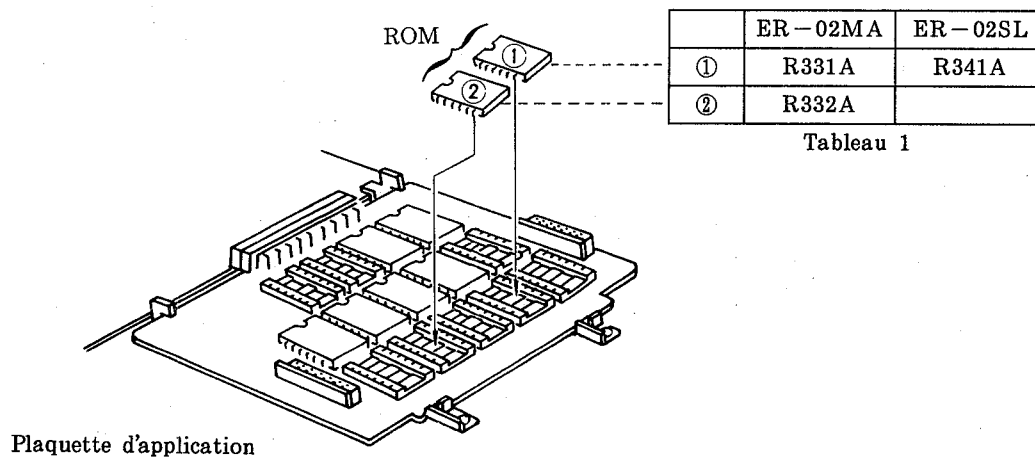

Fig. 26
- (3) Raccorder ER-67MB3/MB4/MB5 au côté inférieur de la plaquette d'application. (Voir les pages 89 à 93.)
- (4) Installer les ROM de ER-02MA/SL sur la plaquette d'application, comme il est montré à la Fig. 26 et Tableau 1.